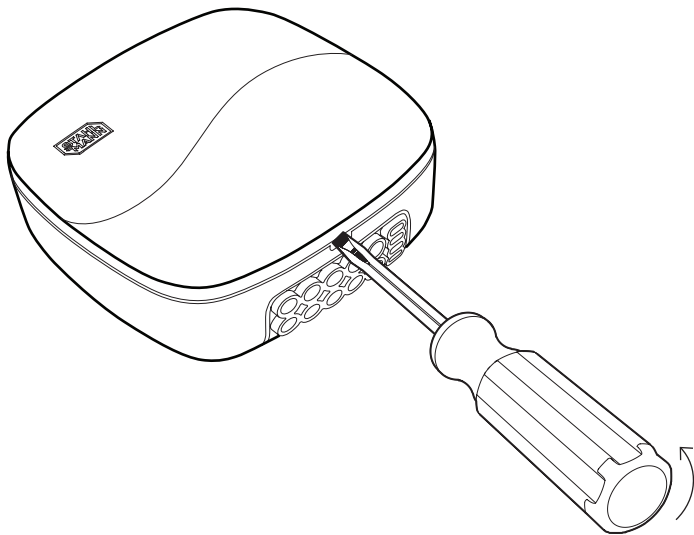

Рис.3 Снятие крышки модуля управления
1. Снимите лицевую крышку модуля управления, аккуратно поддев ее отверткой с плоским шлицем (рисунок 3);